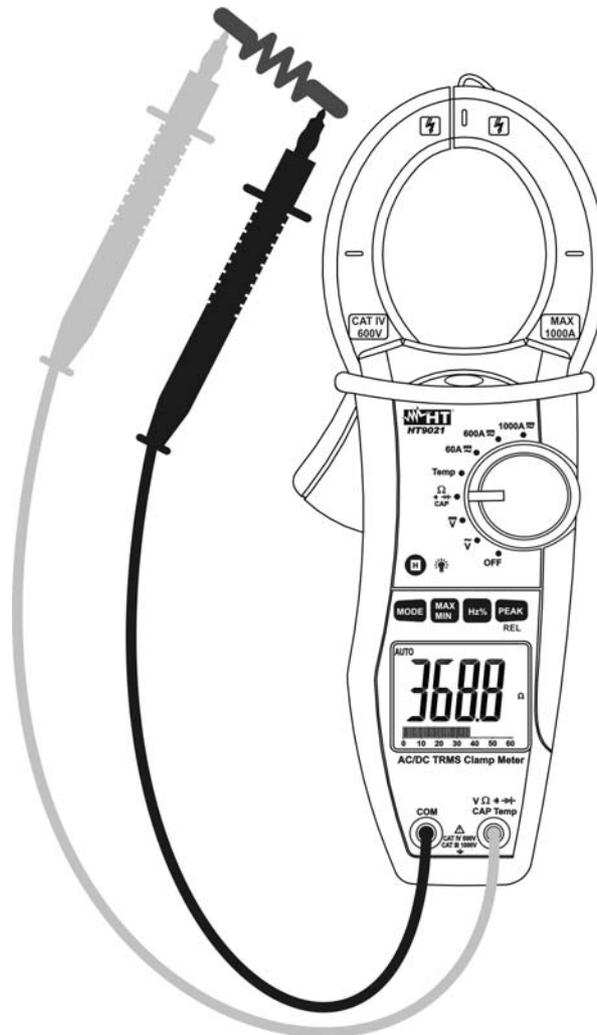

Abb. 4: Messung von Widerständen
3. Verbinden Sie die Meßspitzen mit dem Messkreis (Abb.4) und der Meßwert wird angezeigt.
3. Öffnen Sie die Zange und setzen Sie den zu messenden Leiter ins Zentrum der Zangenöffnung (siehe Abb. 4), der gemessene Stromwert wird angezeigt